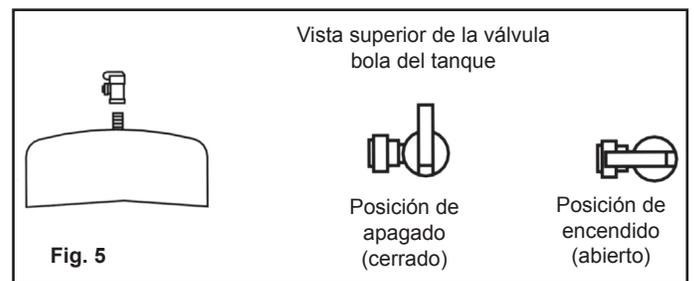

Fig. 5
- 3 Conecte la válvula bola en la rosca. Asegúrese de que quede firme pero no demasiado apretado. Vea la (Fig.5).